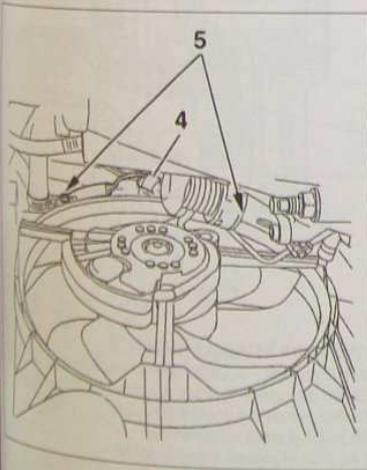

FIG. 12
- Déposer les vis (5) du motoventilateur puis celui-ci (Fig.12).